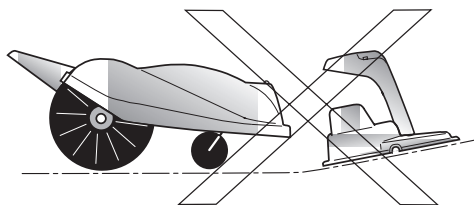

Abb.2
- Die Ladestation muss im Verhältnis zum Mower waagrecht stehen (Abb. 2 und 3).